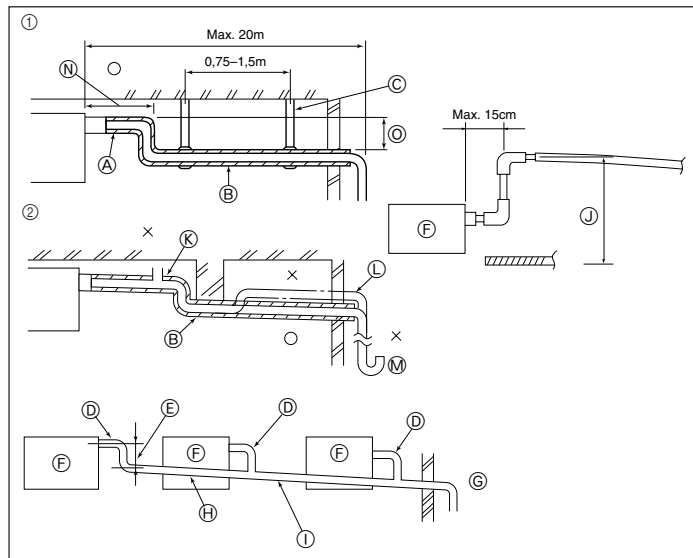

Fig. 3-4
3.3. Verrohrung der Dränage (Fig. 3-4)
- ① Richtige Verrohrung (K) Entlüfter
② Falsche Verrohrung (L) Angehoben